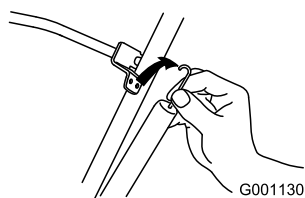

Figure 21
1. Décrochez l'extrémité du ressort du câble de commande de la barre de commande (Figure 21).